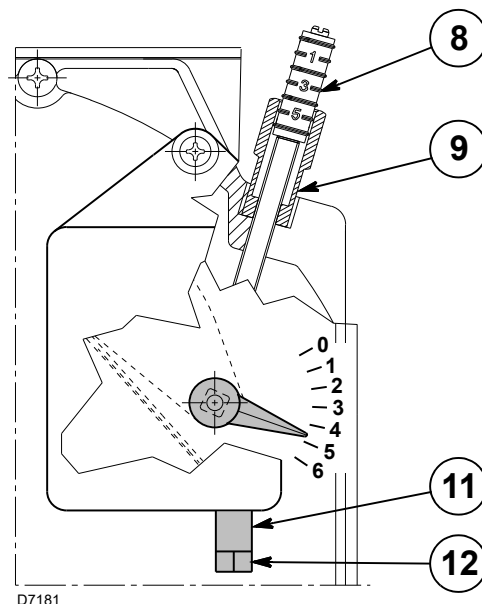

Рис. 15
При первичном запуске горелки положение воздушной заслонки 1-ой ступени, которая регулируется винтом 12) (Рис. 15), должна быть установлена выше метки 1, (заводская калибровка выполнена на метке 1).
- Ослабьте гайку 9) и при помощи винта 8) (Рис. 15) отрегулируйте подачу воздуха на 2-ю ступень (см. значения CO₂ в Табл. Т на стр. 37).
- Отрегулируйте 1-ю ступень при помощи винта 12), предварительно ослабив (по часовой стрелке) гайку 11) (Рис. 15). Для регулировки используйте значения CO₂ в приведенной ниже таблице.
- По достижении оптимальной регулировки затяните (против часовой стрелки) гайку 11) (Рис. 15). При выключении горелки воздушная заслонка закрывается автоматически за счет собственного веса, максимальное разрежение давления в дымоходе при этом достигнет 0,5 бар.